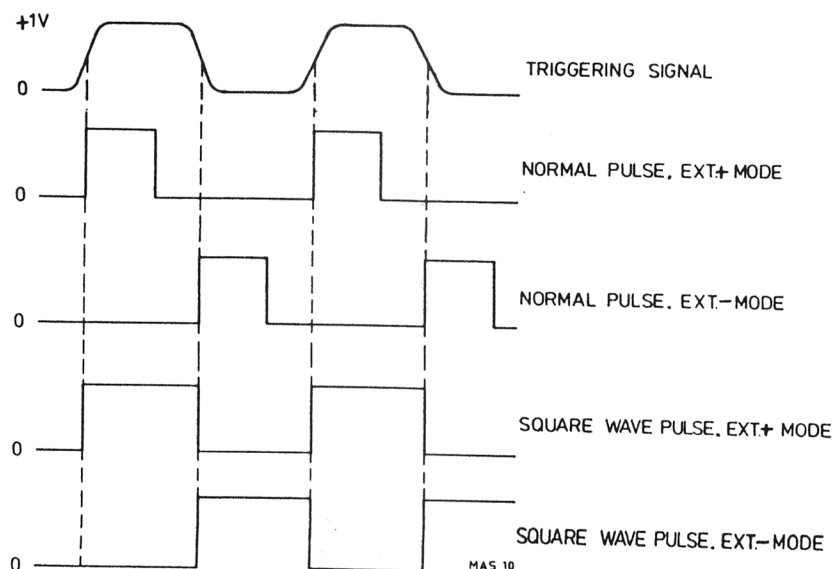

Abb. VI-14. Externe Triggerung, PM 5704
- Impulsdauer auf 10 μ s einstellen. Vgl. Abb. VI-14.
- Die Ausgangsimpulse haben die gleiche Impulsfolgefrequenz wie das Triggersignal, aber eine Impulsdauer, die dem eingestellten Wert entspricht. Vgl. Abb. VI-14.
- Beachten, daß nun Impulsfolgezeit und Impulsdauer vom Triggersignal bestimmt werden. Vgl. Abb. VI-14.